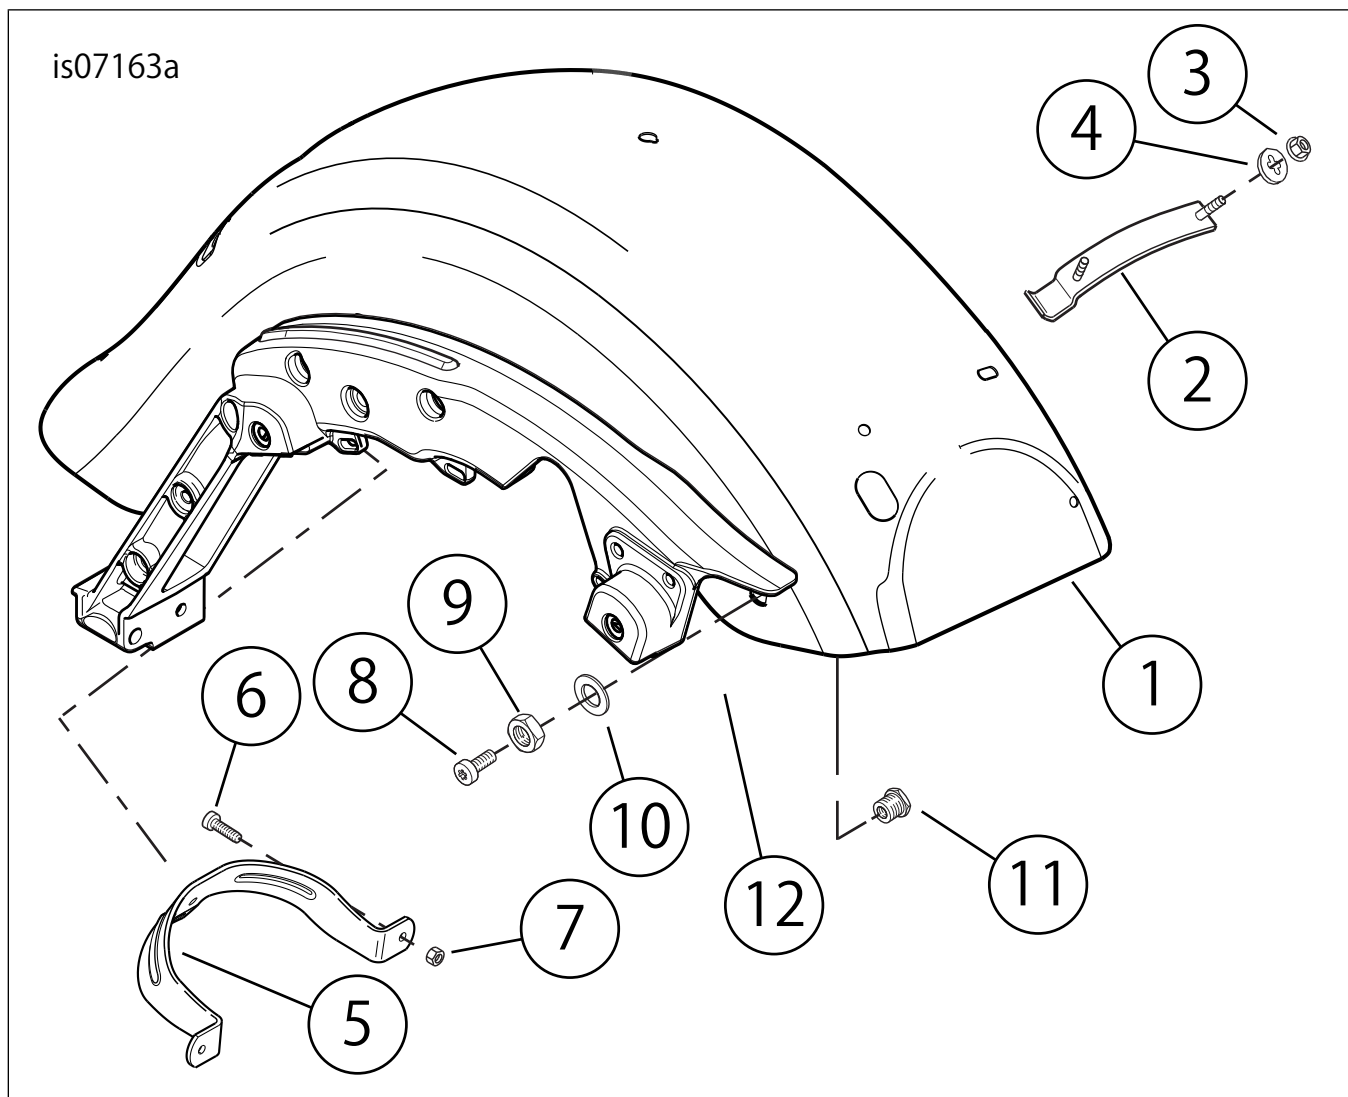

図3。配線図、オーディオハーネス69200321
3. ハーネスが現在ラジオ後方にある6ウェイ車両インターコネクタハーネスソケットハウジング[6B]と35ウェイリセプタクル[28A]に接続されている場合、車両からそのハーネスを抜いて外します。「図3」および「表1、アイテム1」を参照してください。黒の6ウェイオーディオハーネスピンハウジング[6A] (「コネクタ6」ラベル付)を新しいオーディオハーネスから車両インターコネクタハーネスソケットハウジング[6B]に差し込みます。
- 「図3」および「表1」を参照してください。2ウェイコネクタ[35FB] (2)を左フェアリングスピーカーに差し込みます。2ウェイコネクタ[35TB] (4)を左ピンセットに差し込みます。
- 16ウェイモレックスソケットハウジング[149B] (8)をフロントアンプに差し込みます。